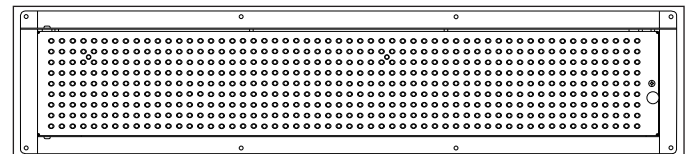

Figure 16: Afficheur Comptant/Crédit 1H2W
3. Taille alternative - 1H x 2W - Voir Figure 16